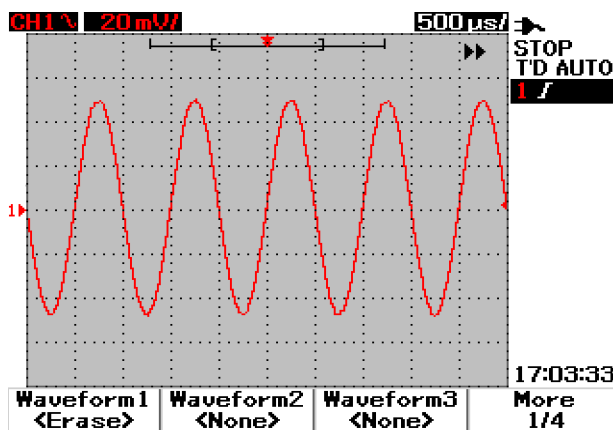

図3-45 <None>表示は、波形が保存されていないことを示します。波形1の<Erase>は、内蔵メモリから波形を消去できることを示します。
- 4 図3-45では、F1を押して波形を波形1から消去します。